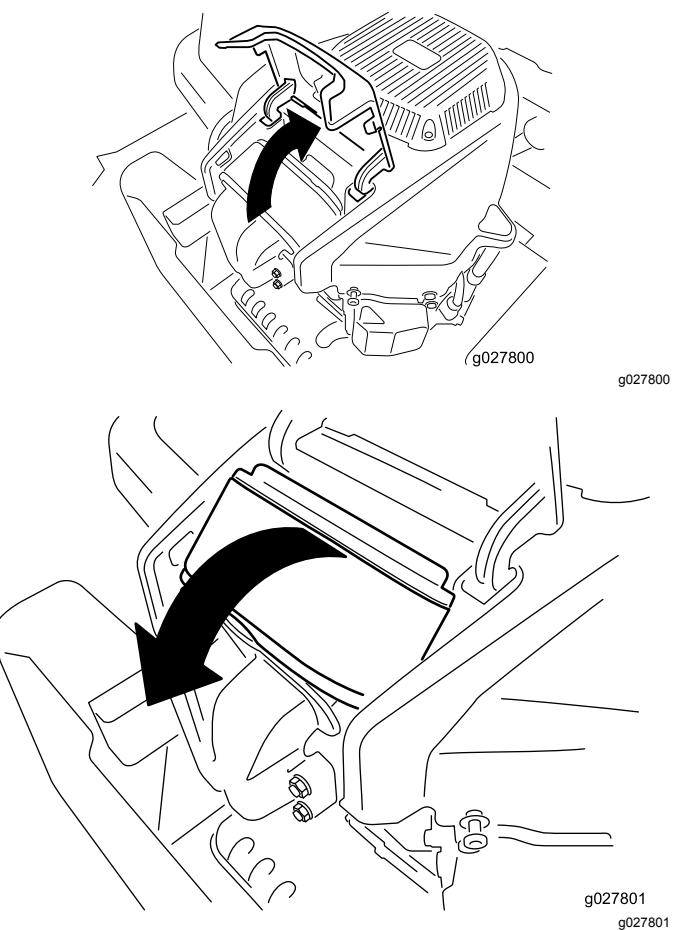

Figure 31
4. Soulevez le couvercle et faites pivoter le filtre à air hors du moteur (Figure 31).